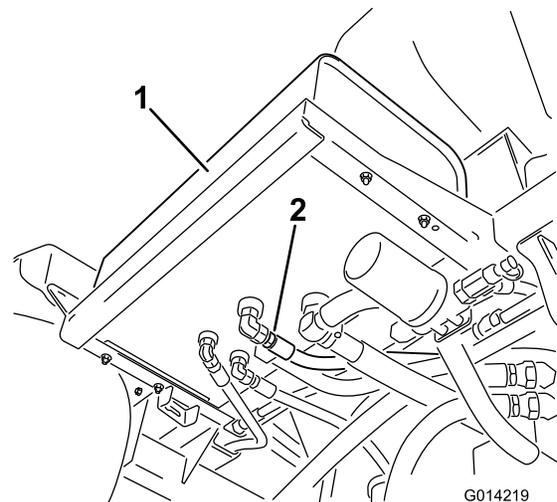

Figura 63
2. Limpie la zona alrededor del acoplamiento de una de las mangueras hidráulicas, en la parte inferior del depósito de aceite hidráulico (Figura 63).
4. Retire el acoplamiento de manguera del depósito y deje fluir el aceite al recipiente (Figura 63).